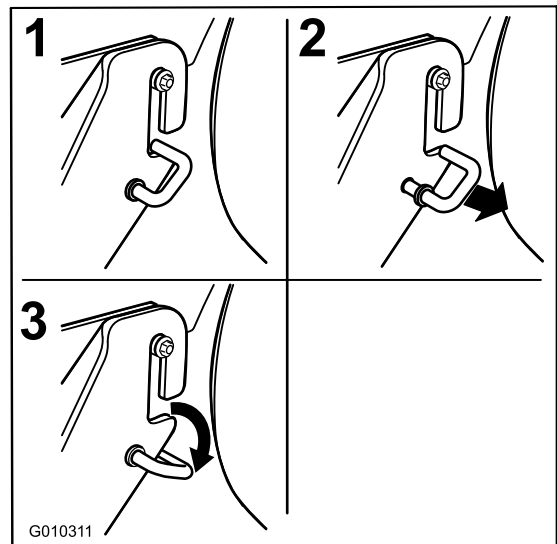

Figure 67
- Décrochez les crochets en J à ressort de la fente des supports des pattes de fixation arrière de chaque côté du plateau (Figure 67).